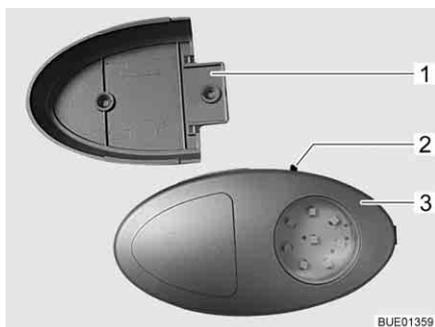
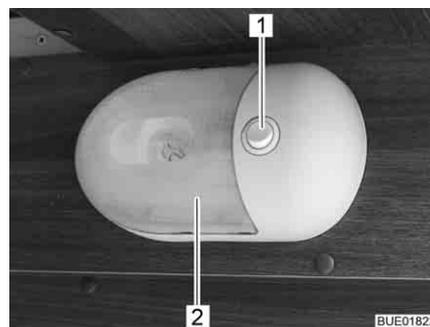

Fig. 97 Luce armadio guardaroba/torcia elettrica
Fig. 98 Luce armadio guardaroba
- ▷ È possibile estrarre la luce armadio guardaroba dal supporto a vite (Fig. 97,1) e utilizzarla come torcia elettrica.
L'interruttore di accensione/spegnimento (Fig. 97,2 o Fig. 98,1) è montato direttamente sulla luce armadio guardaroba (Fig. 97,3 o Fig. 98,2).